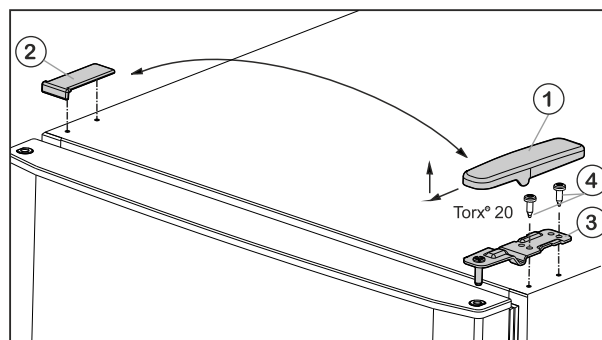

Fig. 5
- ▶ Izvelciet pārsegu Fig. 5 (1) virzienā uz priekšu un uz augšu.
- ▶ Noceliet pārsegu Fig. 5 (2).
- ▶ Augšējo gultņa balstu Fig. 5 (3) noskrūvējiet (2 reizes Torx® 20) Fig. 5 (4) un noņemiet virzienā uz augšu.
► Uzlieciet augšējās durvis uz vidējā gultņa balsta (13).
► Augšējo gultņa balstu Fig. 5 (3) ielieciet durvīs jaunajā eņģu pusē.
► Pieskrūvējiet augšējo gultņa balstu **stingri (ar 4 Nm)** (2 reizes Torx® 20) Fig. 5 (4). Iespējams izmantot akumulatora skrūvgriezi.
► Pretējā pusē uzlieciet pārsegu Fig. 5 (1) no ārpuses un nofiksējiet.
► Attiecīgi pretējā pusē uzlieciet pārsegu Fig. 5 (2) no augšas un nofiksējiet.